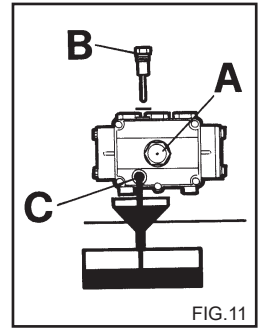

FIG.11
- 2) Desenrosque el tapón con la varilla de control de nivel (fig. 11).